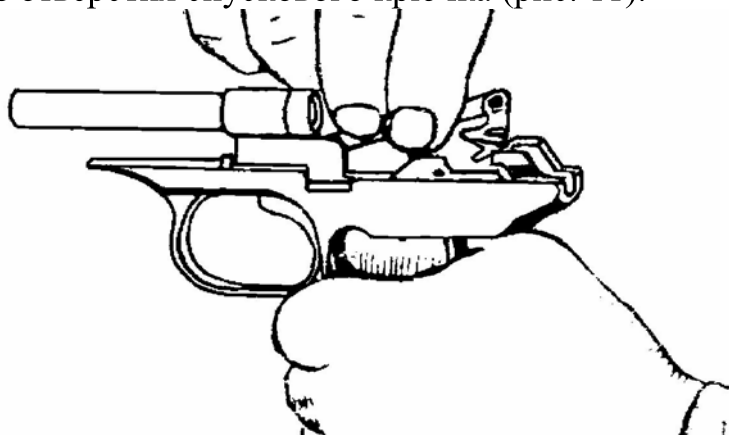

Рис. 11. Отделение спусковой тяги с рычагом взвода от рамки.
4. Отделить спусковую тягу с рычагом взвода от рамки. Удерживая рамку в левой руке, правой рукой приподнять задний конец спусковой тяги и вывести цапфу из отверстия спускового крючка (рис. 11).